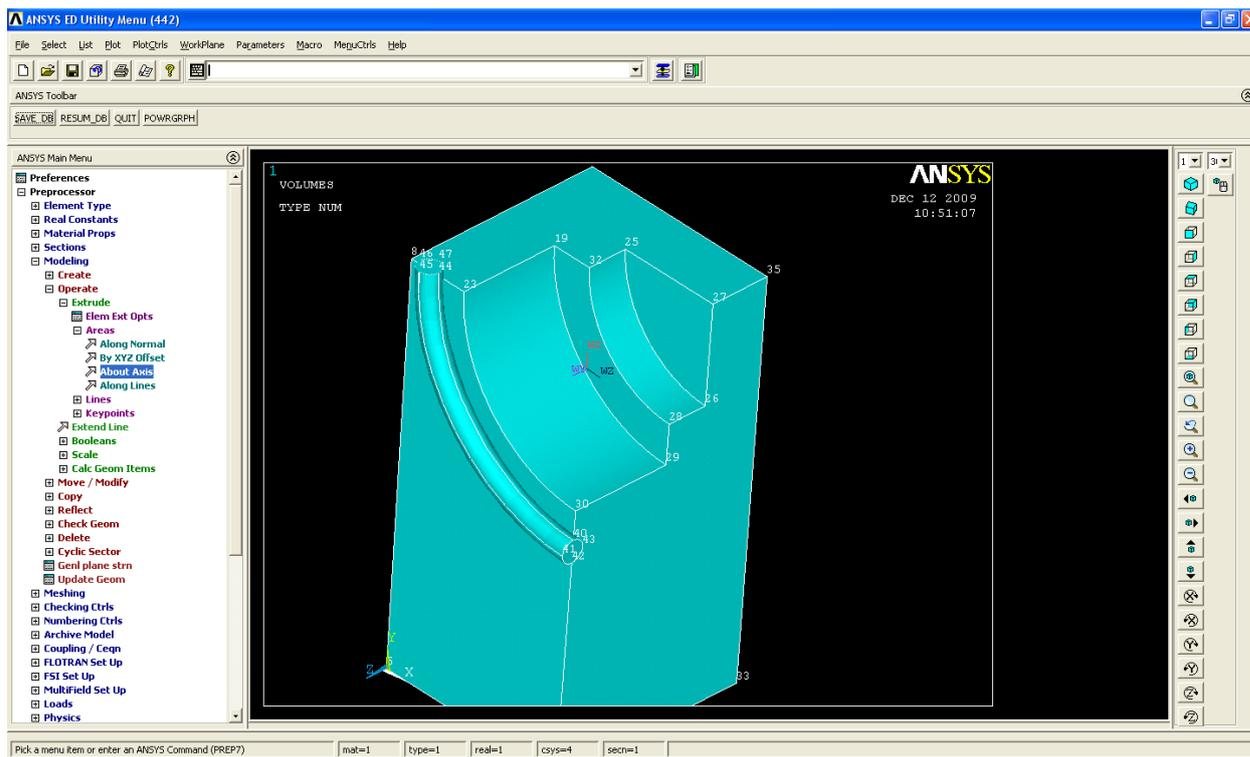

Рисунок 1.29. Построение выступа
2.28.2 Создать выступ (рисунок 1.29):